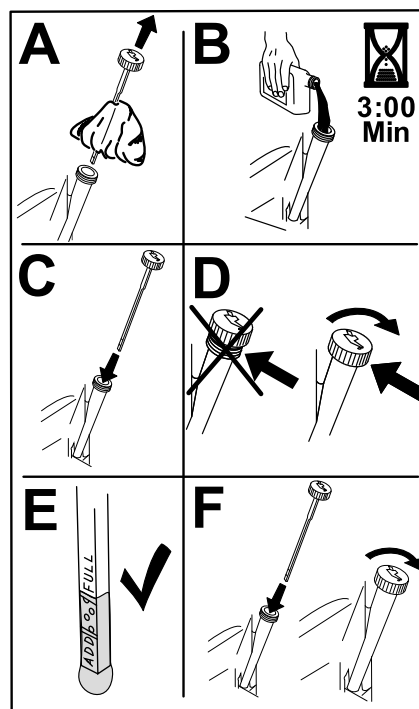

Figure 49
6. Versez lentement environ 80 % de l'huile spécifiée dans le tube de remplissage, puis faites l'appoint lentement jusqu'à ce que le niveau atteigne le repère maximum (Full) (Figure 49).